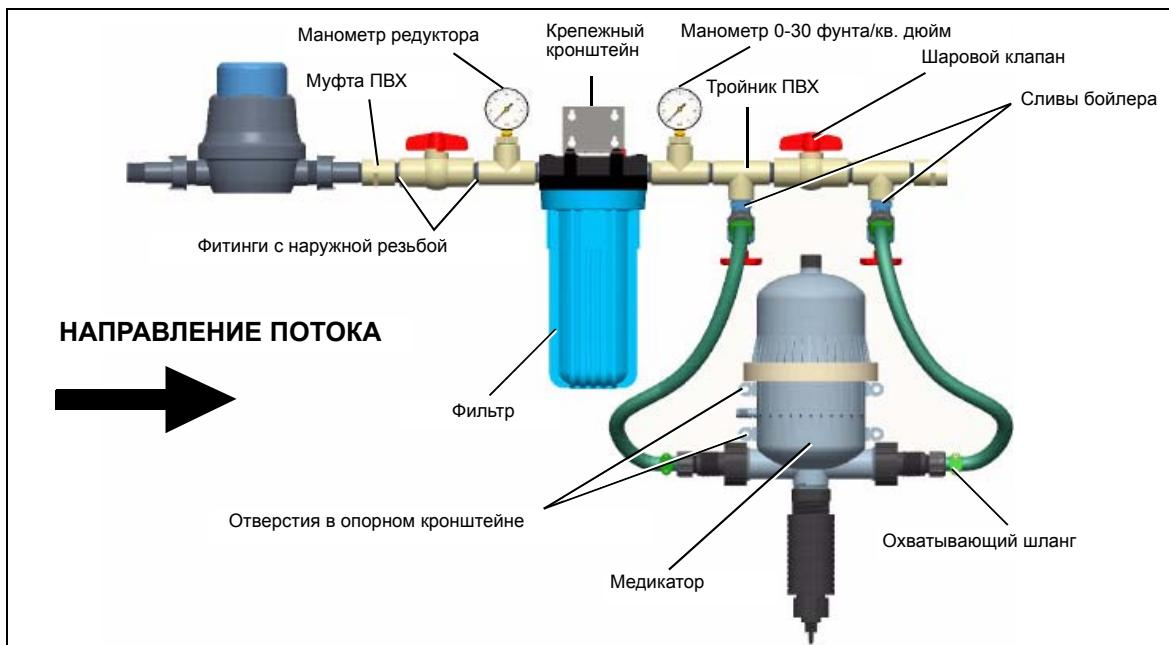

Рисунок 4А Сборка коллектора
- Соберите муфту (CW-4024), шаровой клапан (CW-5106) и манометр редуктора (CW-4025) с помощью двух (2) фитингов (CW-5109) со штуцерами с наружной резьбой. Подсоедините этот узел к фильтру с помощью еще одного фитинга (CW-5109) со штуцером с наружной резьбой.
- Соберите манометр 0-30 фунта/кв. дюйм (CW-4022), два (2) тройника ПВХ (CW-4023B) и шаровой клапан (CW-5106) как показано на Рисунок 4А с помощью трех (3) фитингов (CW-5109) со штуцерами с наружной резьбой. Затяните манометры гаечным ключом 9/16". Подсоедините этот узел к фильтру с помощью фитинга (CW-5109) со штуцером с наружной резьбой.
- Закрепите два (2) дренажных крана бойлера (CW-4027) в тройниках (CW-4023B), предварительно навернув 4-5 оборотов уплотняющей ленты на концы дренажных кранов. Установите хомут охватывающего шланга (CW-10013) на каждый слив бойлера.
- Соберите медикатор, установив два (2) хомута 3/4" охватывающего шланга (CW-10013) из комплекта фильтра на фитинг с наружной резьбой медикатора.
- Отрежьте два (2) куска надлежащей длины от стандартного садового шланга 3/4". Вставьте охватывающие шланги в соответствующие хомуты (CW-10013) на медикаторе. Обратите внимание на стрелки на медикаторе, указывающие направление потока.
- С помощью четырех (4) винтов с квадратной головкой, вставленных в отверстия опорного кронштейна, установите медикатор внизу по центру между двумя (2) сливами бойлера. Подсоедините шланги от медикатора к хомутам на сливах бойлера.